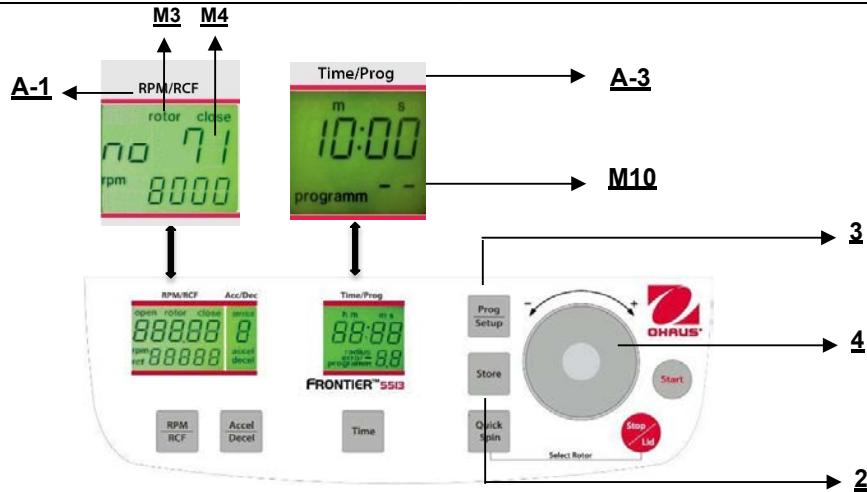

Figure. 22
Pour rappeler des programmes mémorisés, appuyer sur la touche **"Prog/Setup"** (3) (voir la figure 22) alors que le couvercle est déjà fermé. Sur l'affichage **"Time/Prog"** (A-3), le mot **"programm -"** (M10) apparaît. Le numéro de programme désiré peut être présélectionné avec le cadran de réglage (4).
Pour quitter le mode de programmation, appuyer simplement sur la touche "Prog/Setup" (3) (voir la figure 22). Sur l'affichage "Time/Prog" » (A-3), le mot "programm"(M10) apparaîtra.